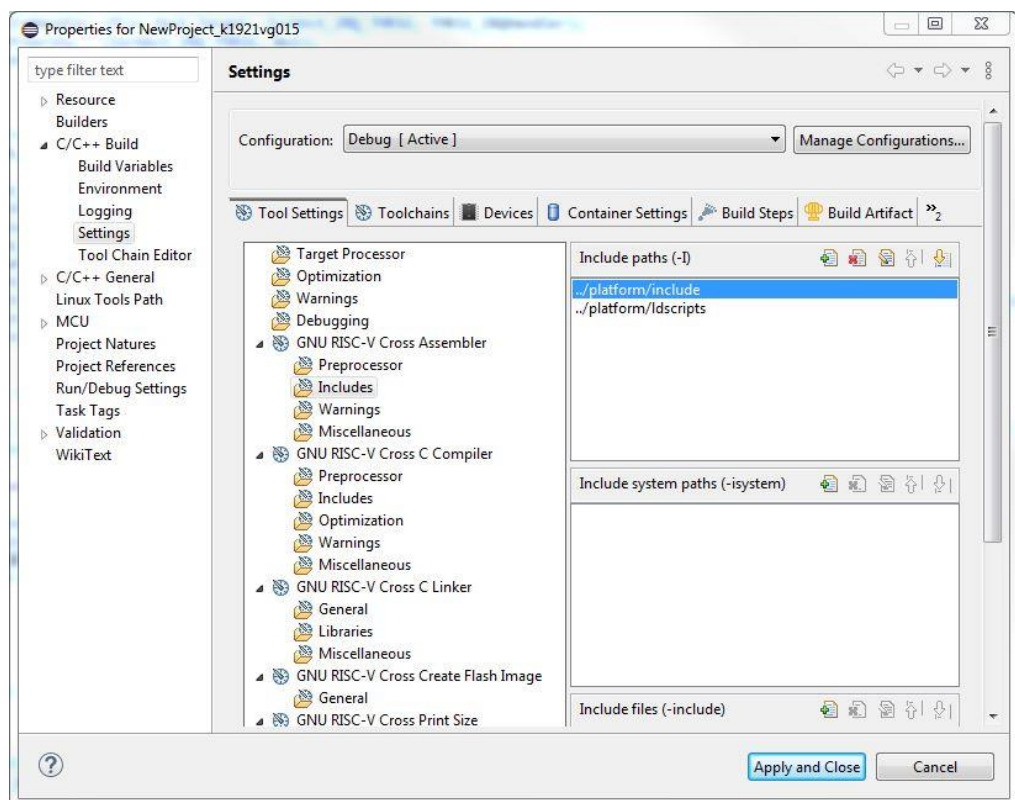
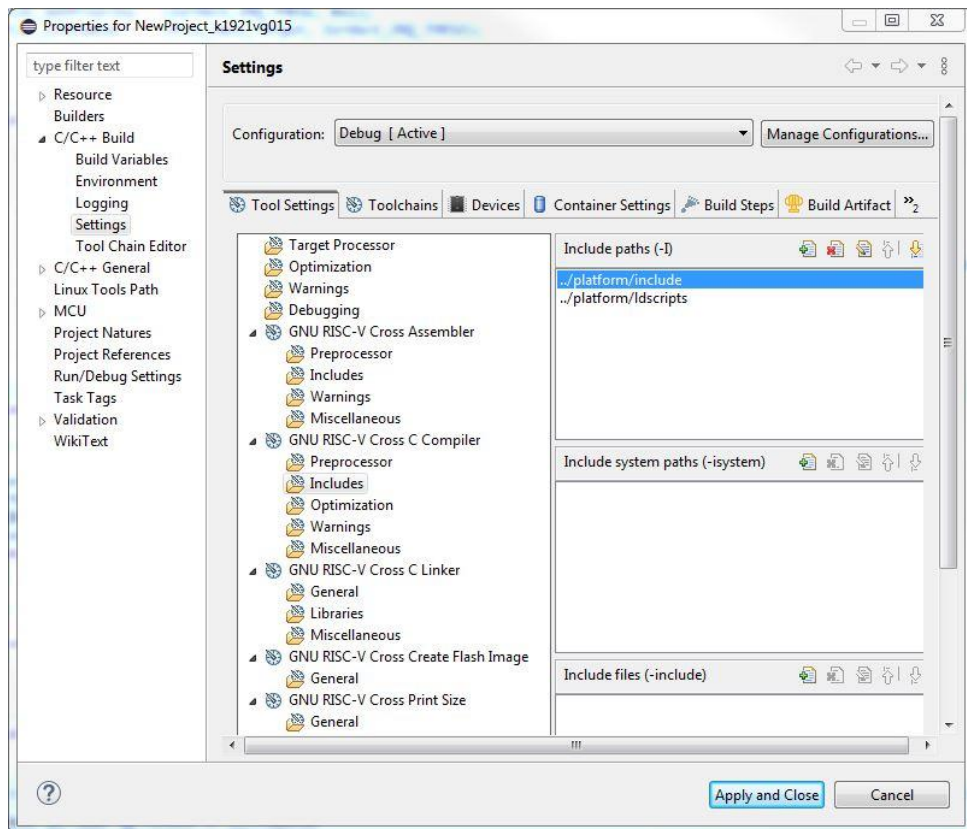

Рисунок 3.23 – Указание путей для транслятора ассемблера
Рисунок 3.24 – Указание путей для компилятора Си
4. Прописать пути к заголовочным файлам и скриптам в разделе GNU RISC-V Cross Assembler (см. рисунок 3.23) и в разделе GNU RISC-V Cross C Compiler (см. рисунок 3.24).